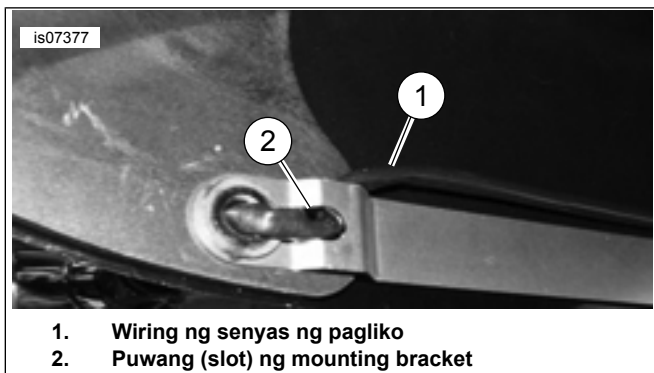
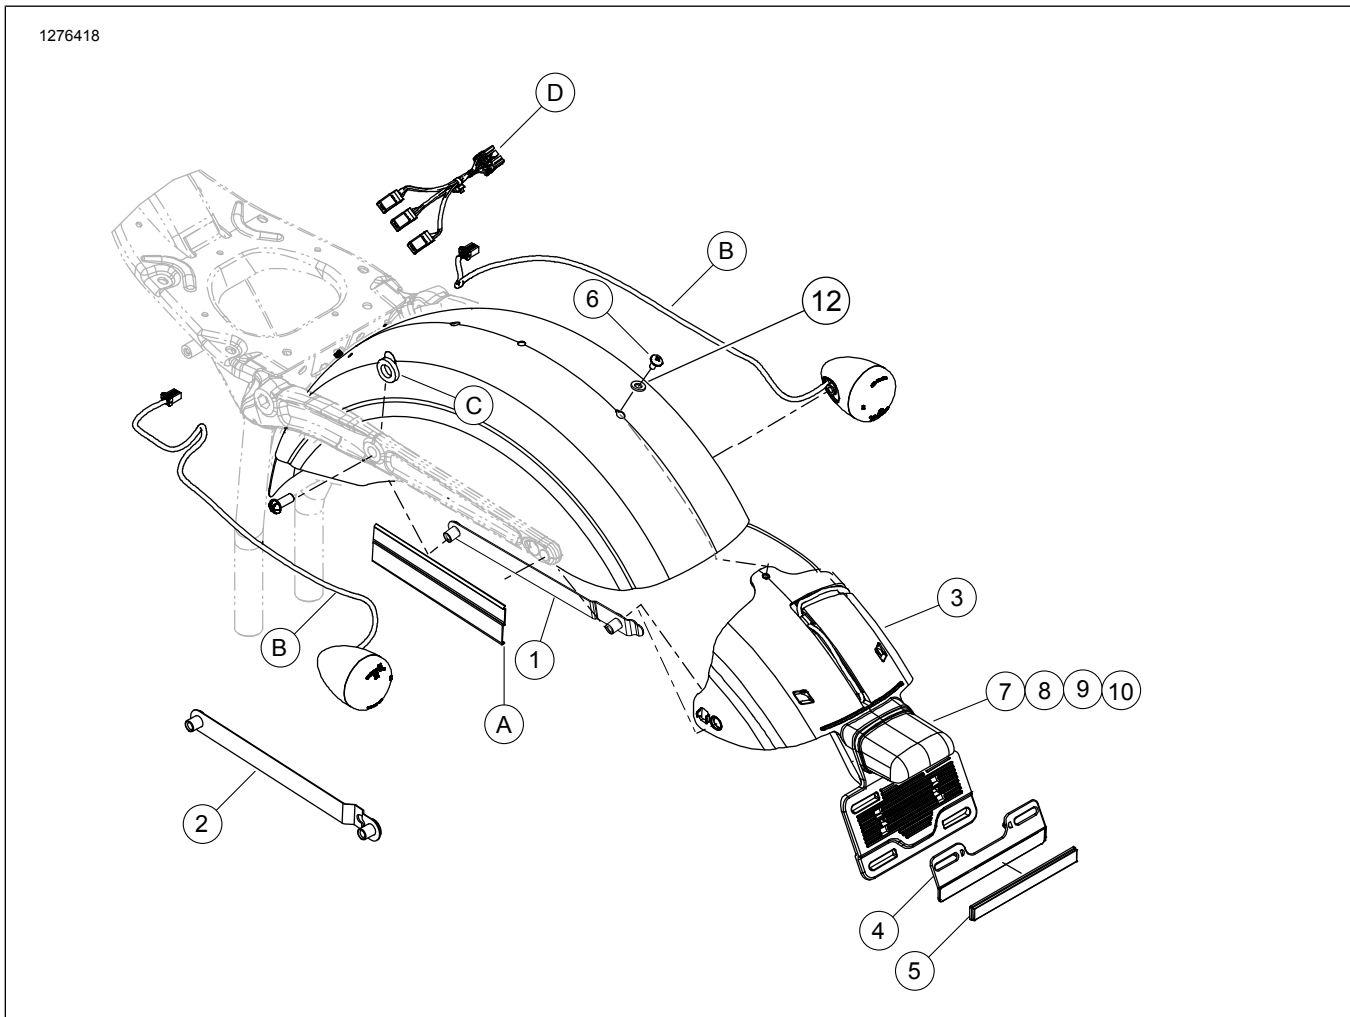

Figure 3. Pagruruta ng Wire
Figure 4. Mga Pamalit na Piyesa: Relocation Kit ng Plaka ng Lisensya
Tingnan ang Figure 4 at Talahanayan 1 .
12. Tingnan ang Figure 4 . Kumuha ng tatlong **bagong** wire, isang itim (10), isang violet (9) at isang asul (8), mula sa kit.
13. Ipasok ang tool sa pagitan ng panlabas na gilid ng gomang gasket (4) at sa loob ng housing. Dahan-dahang i-angat and reflector (5) hanggang sa makalas.
17. Ipasok ang terminal ng **bagong** itim na wire (10) sa cavity sa likod ng reflector (5) hanggang sa mag-click ito sa pwesto. I-thread ang asul na wire (12) at violet na wire (11) sa gitna ng reflector (5), at ng spring (7), at ipasok ang mga button terminal sa mga tamang puwang (slot) at cavity sa reflector bulb socket (6)
20. Tingnan ang Figure 4 . Kunin ang pamprotektang tubing (12) mula sa kit, at putulin sa dalawang magkapantay na piraso.
1. Tingnan ang Figure 4 . Sumangguni sa mga pahina ng tagubilin para sa mga accessory na ikinakabit kasama ng kit na ito (hal., mga saddlebag, upright, o turn signal relocation kit). Dapat nakakabit ang license plate relocation kit kasama ang mga accessory na ito.
3. I-snap ang mga plastic wiring channel (A) na naunang itinabi, sa mga bagong fender mounting bracket (2).
4. Ilagay ang gitnang mount na license plate module (3) sa ilalim ng fender at ikabit ito gamit ang turnilyo (6).
5. Kung ikinabit na may two-up na upuan, gumamit ng plastic washer (12) sa pagitan ng pang-mount na tab ng upuan at ng fender.
6. Ang fender mounting bracket ay nakakabit sa ibabaw ng butas sa gilid sa module ng license plate (3) at nakakabit gamit ang hardware mula sa saddlebag, upright o turn signal relocation kit. Ulitin para sa kabilang bahagi.
8. Tanggalin ang pandikit sa likod mula sa reflector (5). Ilagay ang reflector sa reflector bracket (4).
9. I-snap ang reflector bracket (4) sa license plate module.
10. Iruta ang license plate illuminator wire sa wire channel (A) sa kanang bahagi ng fender mount bracket. Ikonekta ang socket connector mula sa illuminator wiring gamit ang mating pin connector harness (18) sa sasakyan.
11. Sumangguni sa pahina ng tagubilin para sa pagkakabit ng accessory para sa mga tagubilin sa pagruruta ng wire ng senyas ng pagliko. Iruta ang wiring sa mga wire channel. Kapag gumagamit ng fender mounting bracket 57300020 ang wiring ng senyas ng pagliko ay dapat dumaan sa puwang sa mounting bracket bago iruta sa mga plastic wiring channel. Tingnan ang Figure 3 .Ikonekta ang mga socket housing sa wiring ng senyas ng pagliko sa pangkonekta ng mating pin sa harness ng ilaw sa likod (F).